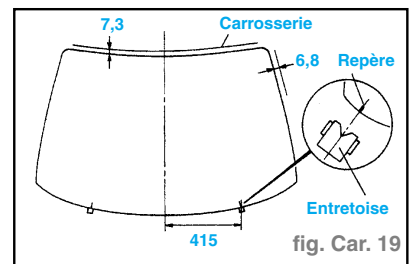

fig. Car. 19
- S'assurer que l'arête supérieure est de 7,3 mm, et que l'écart le long de l'arête latérale est de 6,8 mm. (fig. Car. 19)